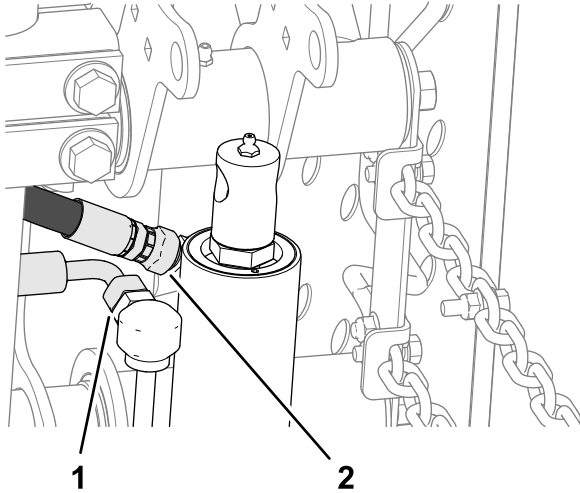

Bild 14
- Lösen Sie am Hubzylinder das gerade Schwenk-Anschlussstück des Rücklaufschlauchs und das 90° Schwenk-Anschlussstück des Hubschlauchs (Bild 14).